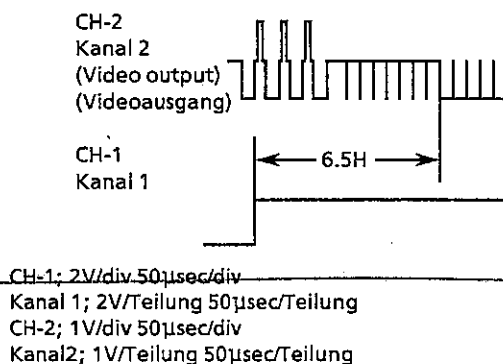

Figure 2-1. Abbildung 2-1.
3. Adjust R740 (phase generator MM control) so that the waveform on the oscilloscope screen be as shown in Figure 2-1.
3. R740 (Phasengenerator/monostabile Multivibrator-Steuerung) so einstellen, daß die wellenform am Oszilloskop jener in Abbildung 2-1 entspricht.